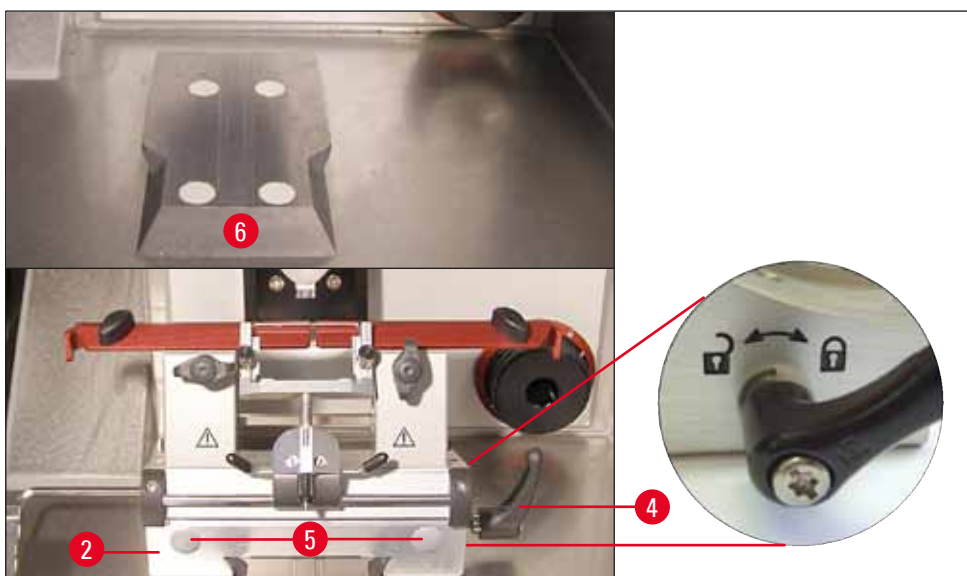

Fig. 25
- Empurre a base do porta-faca/lâmina (→ Fig. 25-2) sobre a guia de cauda de andorinha (→ Fig. 25-6) pela parte dianteira e aperte usando uma alavanca de fixação (→ Fig. 25-4). Gire a alavanca de fixação no sentido horário (em direção ao símbolo do cadeado fechado) à direita da base do porta-faca/lâmina (consulte detalhes da (→ Fig. 25)). Para girar a base, abra apenas um pouco a alavanca de fixação para evitar o deslizamento acidental na direção do cabeçote! Gire a alavanca de fixação no sentido anti-horário (em direção ao símbolo do cadeado aberto) à direita da base do porta-faca/lâmina (consulte detalhes da (→ Fig. 25)).